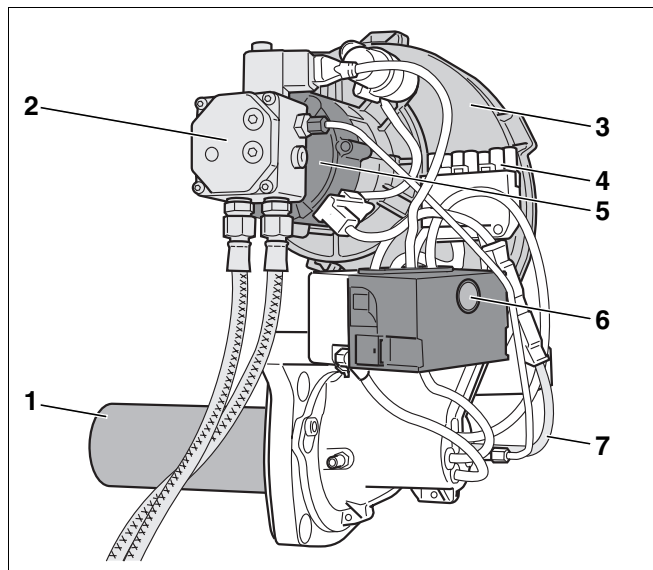
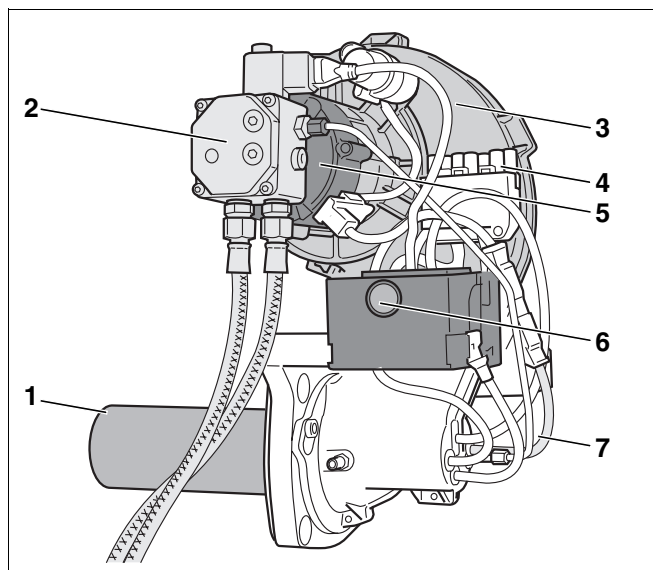

Рис. 1 Горелка Logatop BE 1
Рис. 2 Горелка Logatop BE 2
- труба горелки (рис. 1 и рис. 2, **поз. 1**)
- топливный насос с электромагнитным клапаном и шлангами для дизтоплива (рис. 1 и рис. 2, **поз. 2**)
- корпус горелки (рис. 1 и рис. 2, **поз. 3**)
- подключение горелки для семиполюсного штекера (рис. 1 и рис. 2, **поз. 4**)
- мотор горелки (рис. 1 и рис. 2, **поз. 5**)
- дизельный автомат горения с кнопкой подавления помех (рис. 1 и рис. 2, **поз. 6**)
- датчик пламени (рис. 1 и рис. 2, **поз. 7**)
Горелка (рис. 1 или рис. 2) соединена с системой управления через штекерное соединение (семиполюсный штекер).
**Экспликация к рис. 1 и рис. 2:**